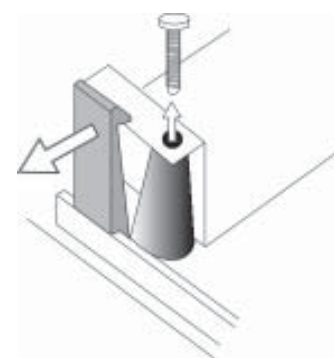

fig.2
- 1) Déconnecter les fils du haut parleur (HP) de la sirène. Extraire le HP de son emplacement en desserrant la vis de fixation et en décrochant le support (voir figure 2). Pendant la phase d'installation, il est possible d'accrocher le couvercle au crochet spécial, situé sur le fond de la sirène (figure 1).